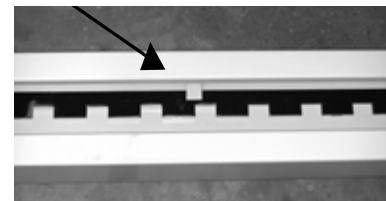

Fig.6
Open de verpakking van de kolommen en leg de kolommen op de installatieplaats. Monteer de vergrendelingsstrips in de kolommen. **Let op:** dat deze strip achter de strip(1) in het midden van de kolom doorloopt (Fig.6).